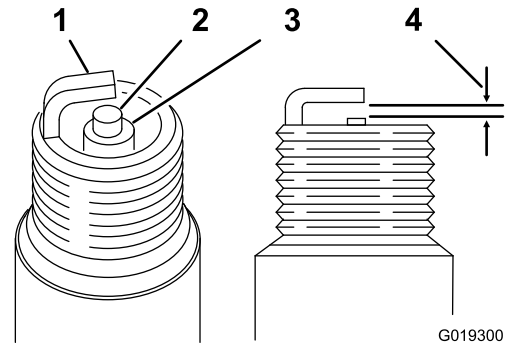

図 33
エアギャップ 0.70-0.80 mm **図 33**を参照。
4. **図 33**のように、エアギャップを 0.70-0.80 mm に調整する。